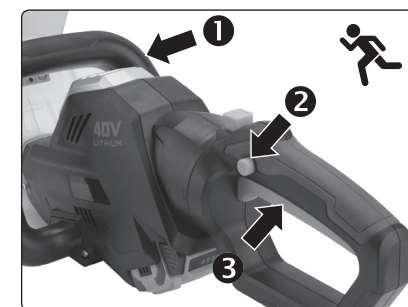

Abb. 6, Einschalten der Akku-Schere
- ➔ Aus Sicherheitsgründen muss für die Inbetriebnahme der Akku-Schere die **Sicherung des Betriebsschalters am vorderen Griff, dann am hinteren Griff und zuletzt der Betriebsschalter selbst gedrückt werden, siehe Abb. 6.**